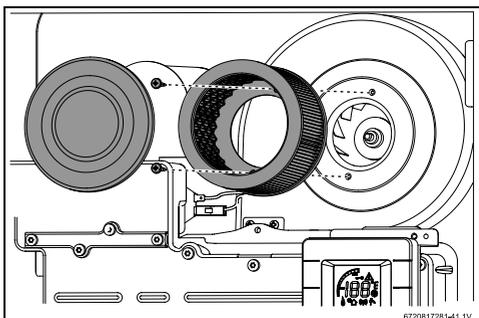

Fig. 43 Remplacer le filtre à air
- Vérifier que le filtre à air est propre et non endommagé. Le filtre à air est situé sur le dessus de l'appareil, attaché à l'assemblage du ventilateur, voir fig. 43.